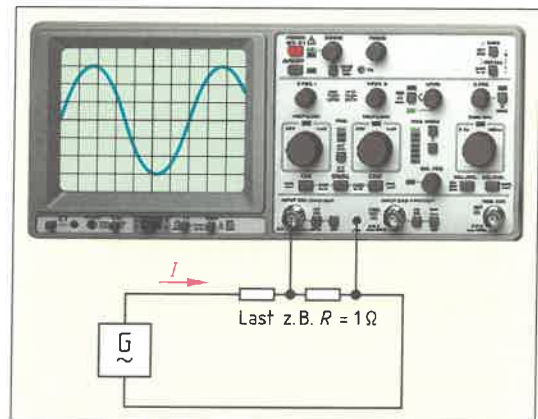

Bild 2: Strommessung
10. Ströme werden mit dem Oszilloskop indirekt gemessen. Bestimmen Sie in der Messschaltung im **Bild 2** die Höhe des Stromes  $I$ . Die Einstellung am Oszilloskop beträgt 0,1 V/div.